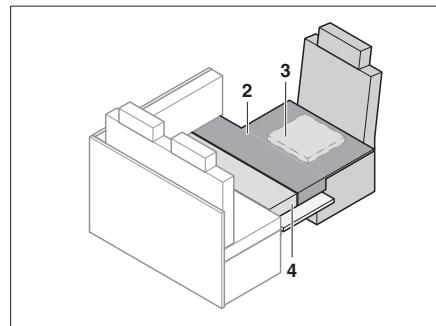

Fig. 191 Despues de la transformación
- Colocar el cojín adicional cómo se muestra en Fig. 191.